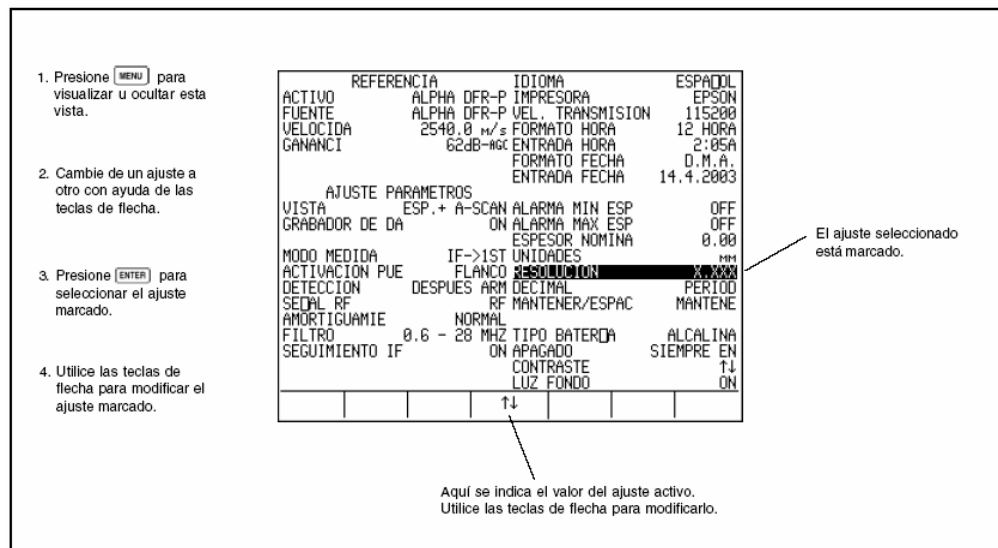

Figura 3-3 Modificar los ajustes del aparato
Antes de poder comenzar a medir espesores de pared, primero tiene que llevar a cabo algunos o todos los siguientes ajustes. Utilice para ello la visualización del Menú, Figura 3-3.
- Paso 1: Presione **MENU** para acceder a la visualización del Setup (ver Figura 3-3).
- Paso 1: Presione **[MENU]** para cambiar a la visualización del Menú (Ver Figura 3-3).